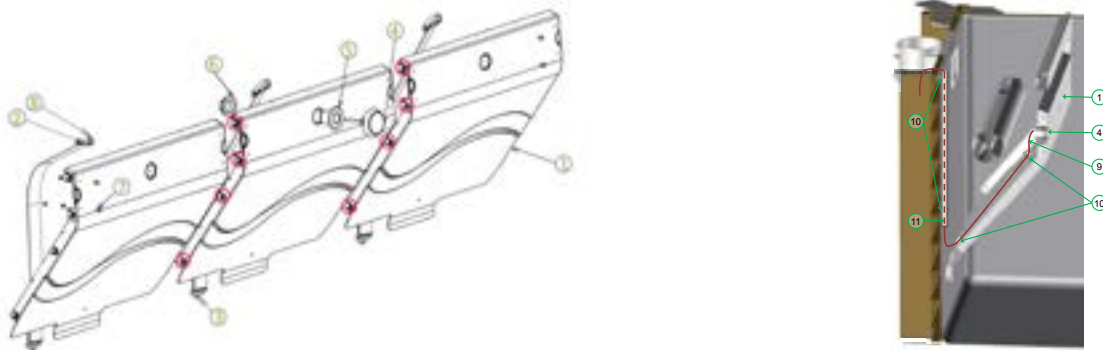

Abbildung 44 – Montage der Trennwand und des Projektors
Die Montageschritte der Trennwand und des Projektors werden in *Abbildung 44* dargestellt. Die für die Montage benötigten Schrauben befinden sich im Pack Y.
Montieren Sie die drei Module (1) der Trennwand mit acht Sechskantschrauben 8 x 20 aus A4 Edelstahl und acht Muttern mit Durchmesser 8 mm, verbunden durch eine Unterlegscheibe mit Durchmesser 8 mm auf jeder Seite der Wand, also insgesamt 16 Unterlegscheiben. Die genaue Position dieser Schrauben auf der Wand wird durch acht rote Kreise in *Abbildung 44* angedeutet.